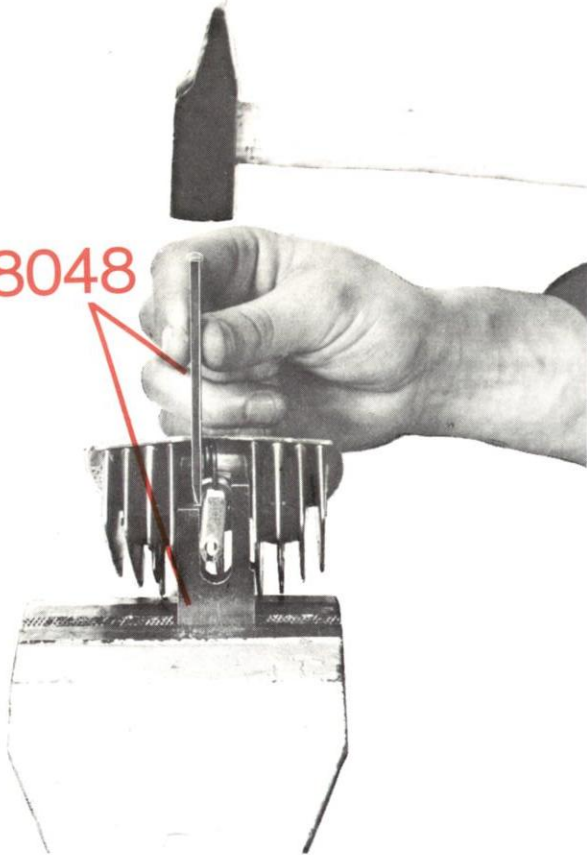

Figure 21 B
- Mettre le rivet axe et en écraser soigneusement l'extrémité. En cas de perte de la goupille, la soupape tomberait dans le cylindre, d'où risque d'accident et de détérioration du moteur (figure 21 B).